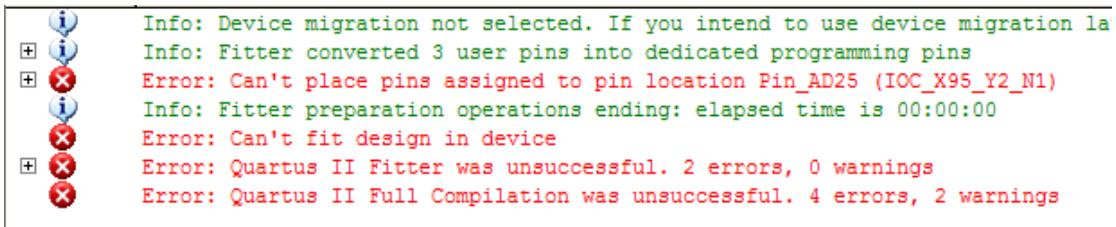

图 5-14 Quartus II 引脚无法分配的问题
9. 编译,一般情况下你会遇到 Quartus II 与 DE2-70 的一个重大兼容性 bug,如图 5-14。